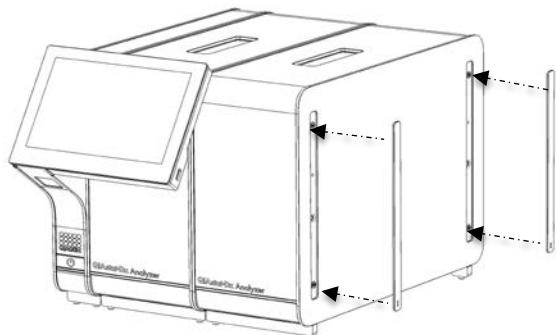

Рис. 17. Повторное крепление защитных накладок на дополнительном аналитическом модуле.
5. Снова прикрепите защитные накладки к боковой стороне дополнительного аналитического модуля (рис. 17).